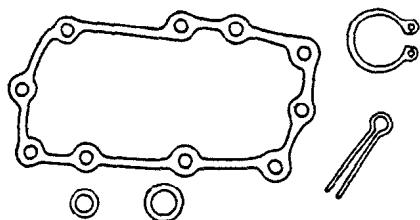

图 1-1
1. 垫片、油封、夹环、开口销等部件经拆开分解后，必须更换新品，见图 1-1。